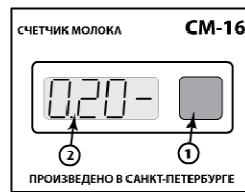

Рис.12
- снова нажать кнопку до появления «0» в разряде сотых долей «0.2 0 -» (Рис.12), короткими нажатиями на кнопку установить нужное число;